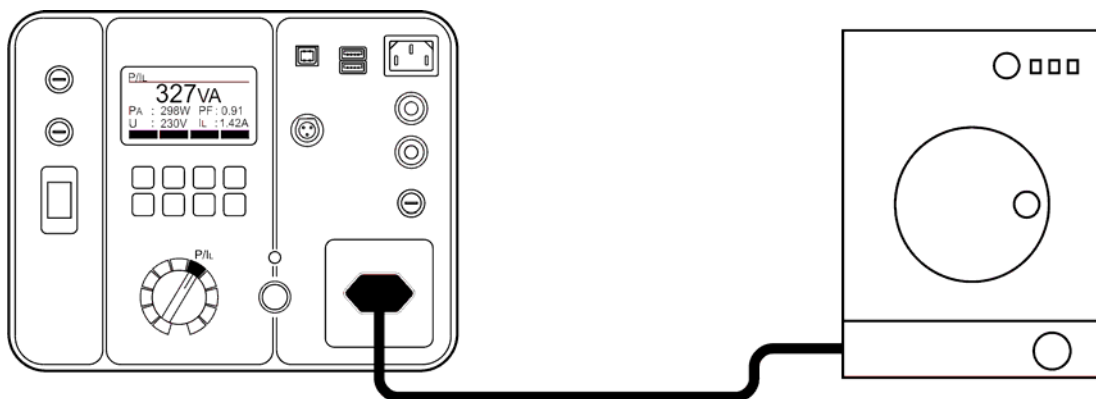

Abb. 25: Anschluss für die Funktionsprüfung
- Verbinden Sie den Prüfling entsprechend der Abbildung 25.